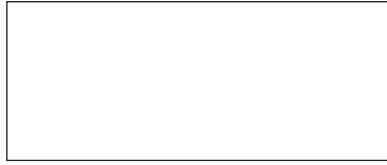

Рис. 18. Схема для измерения напряжений на конденсаторе С и резисторе R
2. Результаты измерения напряжений на конденсаторе и резисторе (рис. 18).